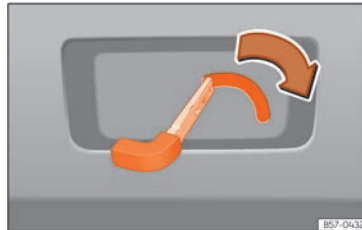

Abb. 64 Ausschnitt Gepäckraum: Notfallentriegelung.
- Führen Sie den Schlüsselbart in den Schlitz ein und drehen Sie den Schlüssel in Pfeilrichtung, bis sich das Schloss öffnet »» (Abb. 64).